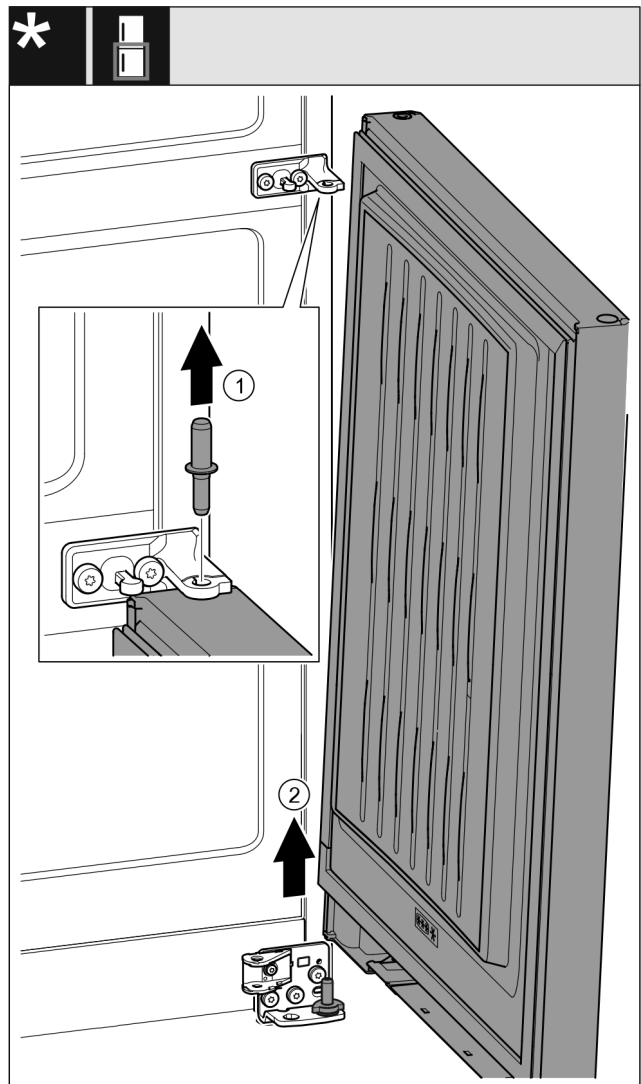

Fig. 21 \*
- ▶ Витягніть гвинт догори. Fig. 21 (1)\*
- ▶ Відкрийте дверцята, зніміть рухом вгору та відкладіть убік. Fig. 21 (2)\*